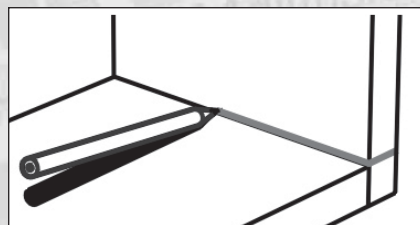

FIGURE 8 : Tracé de la profondeur des queues.
- Tracez la profondeur de sciage sur toutes les faces comme montré en figure 8. Notez que vous pouvez incliner légèrement votre crayon pour obtenir une légère surlongueur des